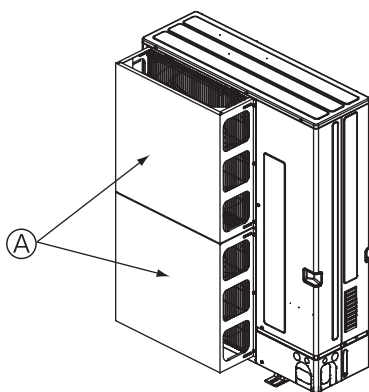

Рис. 1a
- ① Если блок установлен в месте, где сильный ветер может попадать непосредственно в воздуховыпускное отверстие, установите дополнительную ветрозащитную панель. (Рис. 1a)